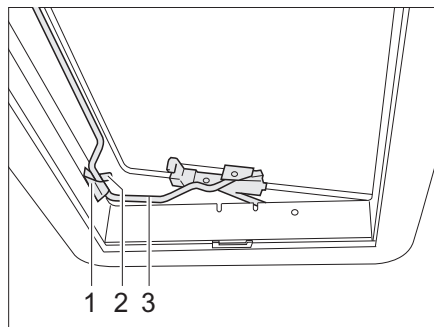

Fig. 53 Claraboya Heki en posición de ventilación 2
- Situar la horquilla (Fig. 53,3) en la sujeción (Fig. 53,1).
- Colocar la palanca (Fig. 53,2) sobre la horquilla.